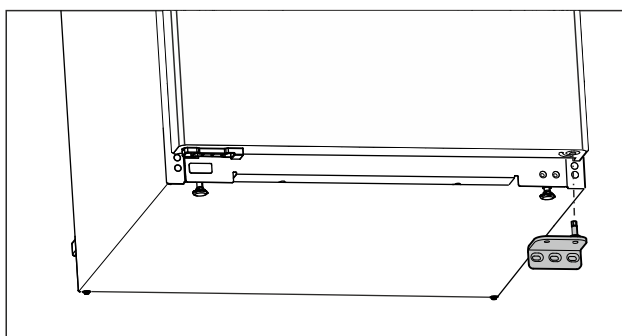

Fig. 11
- Noņemiet gultņa balstu virzienā uz leju. (skat. Fig. 11)